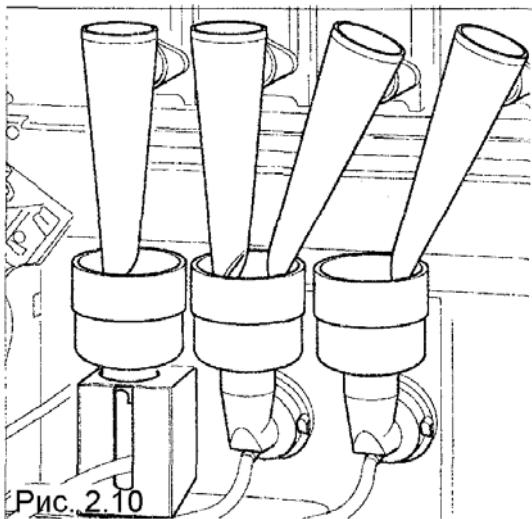

Рис. 2.10
- Активируется двигатель взбивалки, если он имеется (рис. 2.10)